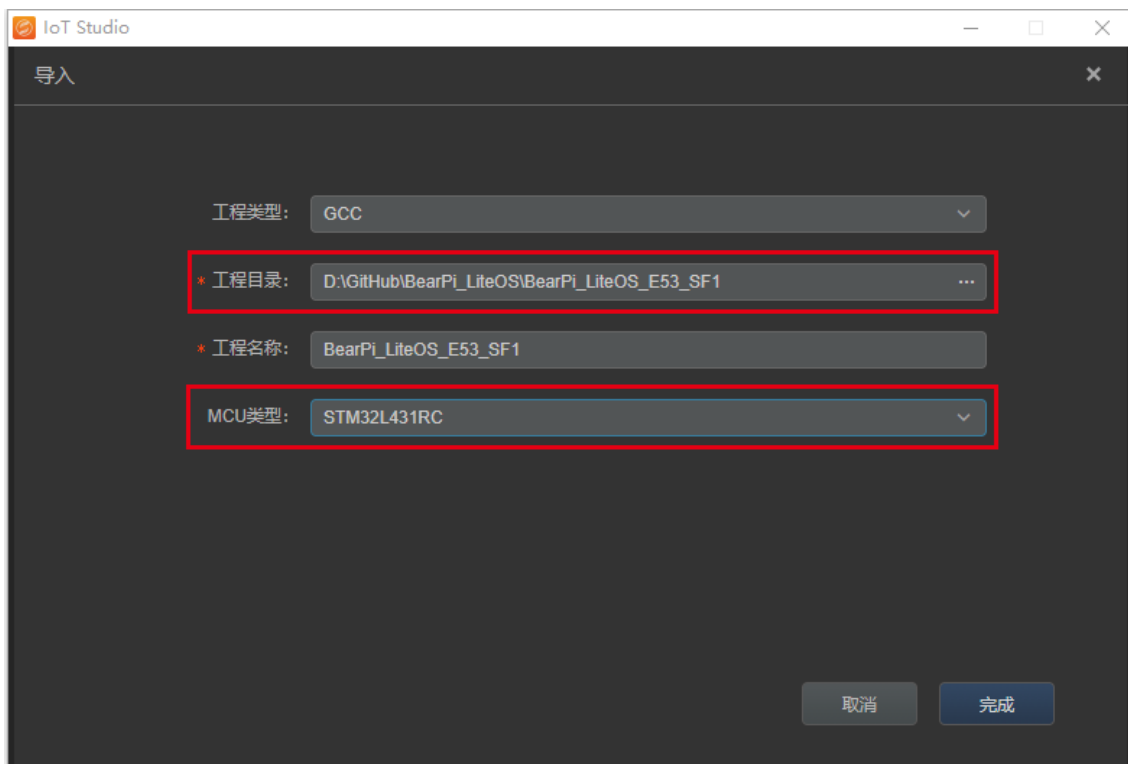

图 2-2 设置工程参数
**步骤2** 在弹出导入界面，选择需要导入的工程目录及对应的 MCU 类型。此处需要导入小熊派资料包的“\03 案例及代码\05\_E53\_IS1\_智慧安防”路径下的代码，**此处先要将工程代码移至非中文路径下，也不可有空格等特殊字符**。小熊派开发板使用的 MCU 为 STM32L431RCT6，所以此处 MCU 类型选择 STM32L431RC，单击“完成”按钮导入相应工程，如图 2-2 所示，工程目录请根据实际情况选择。